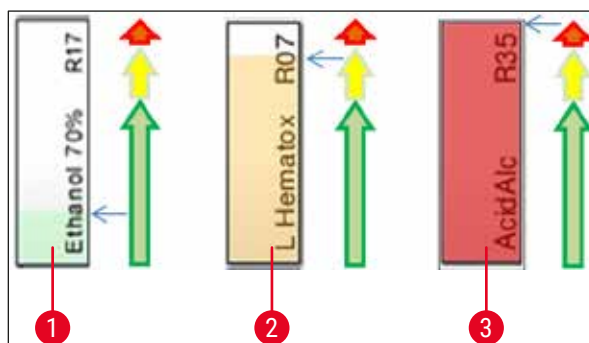

Рис. 72
- Фоновый цвет (→ "Рис. 72")
- Фоновый цвет показывает статус расхода реактива (→ "Рис. 72"). По мере расхода реактива цветная полоса поднимается снизу вверх и изменяет цвет с учетом статуса расхода.